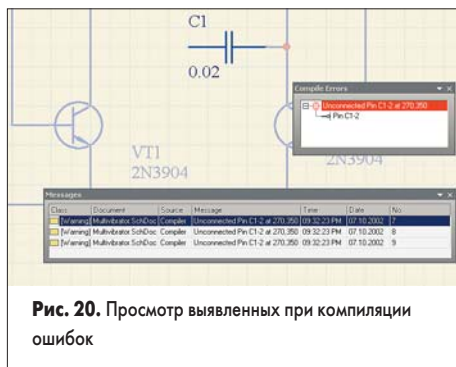

Рис. 20. Просмотр выявленных при компиляции ошибок
- на панели Messages. Появится панель Compile Errors (ошибки компиляции), содержащая подробное описание данной ошибки (рис. 20).